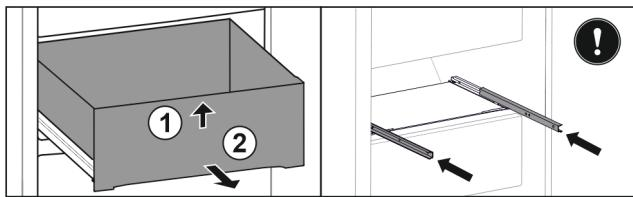

Fig. 158
- Predal spredaj dvignite. Fig. 158 (1)
- Predal vzemite ven v smeri naprej. Fig. 158 (2)